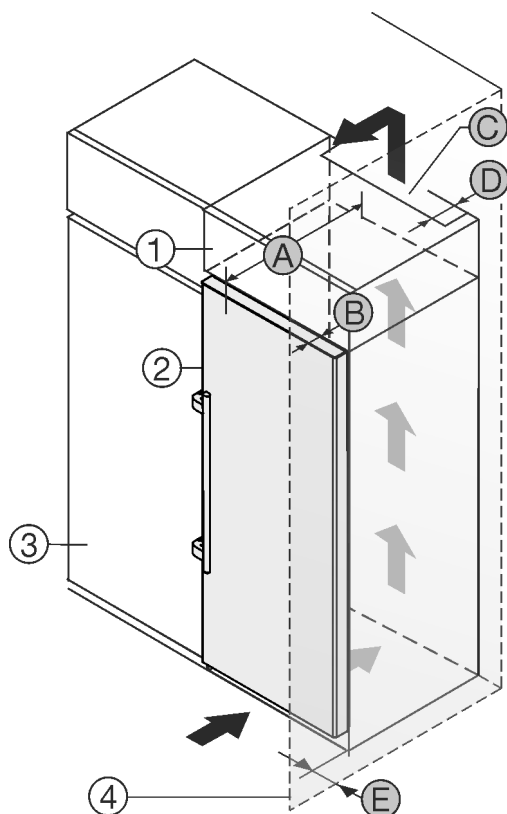

Fig. 2
Du kan opstille apparatet direkte ved siden af køkkenskabet Fig. 2 (3).*
På bagsiden af overskabet skal der være en ventilationskanal med dybden Fig. 2 (D) over hele overskabets bredde.*
Ventilationstværsnittet Fig. 2 (C) under rummets loft skal overholdes.*
Hvis apparatet opstilles med hængslerne ved siden af en væg Fig. 2 (4), skal afstanden mellem apparatet og væggen være mindst 57 mm. Dette svarer til det, som grebet rager frem, når døren er åben.*
For at døren kan åbnes helt, skal apparatet rage frem med dørens dybde Fig. 2 (B) i forhold til køkkenskabets forside. Apparatet kan rage mere ud afhængigt af køkkenskabenes Fig. 2 (3) dybde og anvendelsen af vægafstandsholdere.*